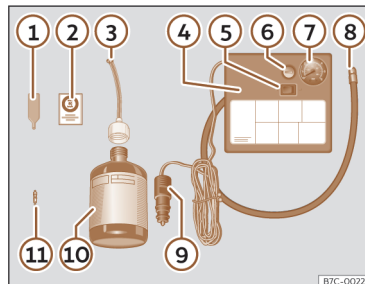

Abb. 198 Prinzipdarstellung: Bestandteile des Pannensets
Das Pannenset befindet sich im Gepäckraum unter dem Bodenbelag. Es besteht aus folgenden Bestandteilen >>> (**Abb. 198**):
- Ventilkappe und Ventileinsatz vom Reifenventil abschrauben. Verwenden Sie den Ventileinsatzdreher >>> (Abb. 198) ① zum Heraus-schrauben des Ventileinsatzes. Legen Sie den Ventileinsatz auf einem sauberen Untergrund ab.
- Reifenfüllflasche kräftig schütteln >>> (Abb. 198) ⑩.
- Einfüllschlauch >>> (Abb. 198) ③ auf die Reifenfüllflasche schrauben. Die Folie am Verschluss wird automatisch durchstoßen.
- Verschlussstopfen vom Einfüllschlauch >>> (Abb. 198) ③ entfernen und das offene Schlauchende auf das Reifenventil schrauben.
- Ventileinsatz mit dem Ventileinsatzdreher >>> (Abb. 198) ① wieder in das Reifenventil schrauben.
- Reifenfüllschlauch >>> (Abb. 198) ⑧ des Luftkompressors fest auf das Reifenventil schrauben.
- Prüfen, ob die Luftablassschraube >>> (Abb. 198) ⑥ zuge dreht ist.
- Kabelstecker >>> (Abb. 198) ⑨ in eine 12-Volt-Steckdose des Fahrzeugs stecken >>> S. 242.
- Luftkompressor mit dem EIN-/AUS-Schalter >>> (Abb. 198) ⑤ einschalten.
- Kleben Sie den Aufkleber >>> (Abb. 198) ② im Sichtfeld des Fahrers auf das Kombi-Instrument.
>>> (Abb. 198)  wieder an und lesen Sie den Reifenfülldruck an der Reifenfülldruckanzeige  ab.